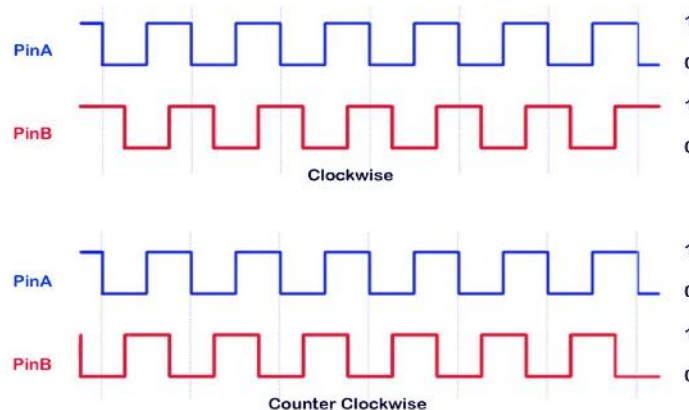

Fig. 3 - Rotary encoder signals
La Fig. 3 rappresenta entrambi i segnali A (CLK) e B (DT). Ogni passo di rotazione fa cambiare A e B: